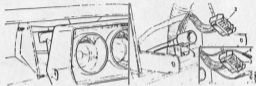

Abb. Nr. 1
- (1) Batteriemassekabel abnehmen (NEGATIV).
- (2) Befüllungsblende neben dem Armaturenbrett ausbauen (siehe Abchnitt Nr. 6).
- (3) Den Teil der Färdichtung lösen, welcher die Armaturendrehumgebung sichert, Umdrehung hinten von Armaturenbrett abheben und abheben.
- (4) Umdrehung auf der anderen Seite des Armaturenbretts auf gleiche Weise lösen, jedoch nicht abheben. Die Sicherungsschrauben des Armaturenbretts sind jetzt zugänglich (siehe Abb. Nr. 1).
- (5) Wie vier Sicherungsschrauben (3) abheben und das Armaturenbrett teilweise abheben. Ausdrückhebel (2) an Tachometerkabel drücken und Kabel vom Instrument abziehen. Mehrsteckeranschluß (3) hinten von Armaturenbrett abziehen und Aggregat ausbauen (siehe Abb. Nr. 1).
1275 OT. Zusätzlich zu obigen Anweisungen, ebenfalls die Drehzahlmesserschlässe (4) und (5) abheben (siehe Abb. Nr. 1).
- (1) Armaturenbrett ausheben (siehe Abchnitt Nr. 1).
- (2) Ausdrückhebel (2) am Kabel eindrücken und Kabel aus dem Tachometer abziehen (siehe Abb. Nr. 1). Kabel in den Motorraum ziehen.
- (3) Kabel durch die Öffnung über der linken Antriebswelle von unterhalb des Magna lösen. Stütz die Sicherungsmutter des Kabel so fest um mit der Hand gelöst zu werden, geeignete Werkzeug verwenden oder Stellschraube abheben, die den Tachometerantrieb sichert und Kabel komplett mit Antrieb ausbauen und anschließend das Kabel abheben.